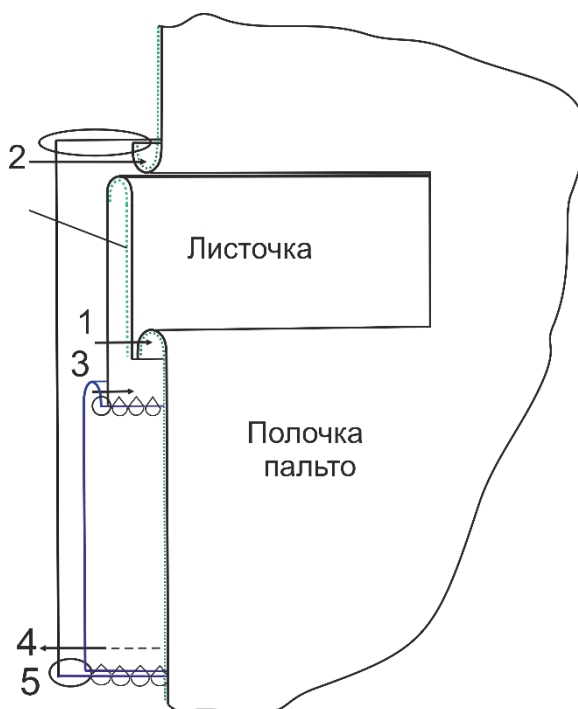

Рис. 4
8. Обработайте прорезной карман с листочкой с втачными концами по ниже представленной схеме (Рис.4).